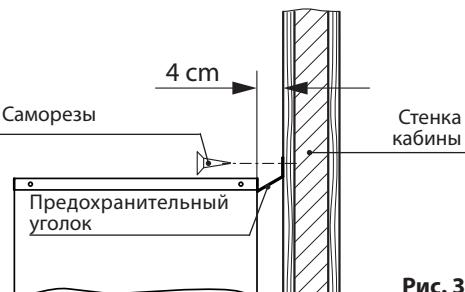

Рис. 3
- С задней стороны печи вставить крепежный уголок по центру под верхнее покрытие печи (между верхом и боковой панелью) и зафиксировать его на стенке кабинки с помощью двух шурупов (смотри рис. 3)